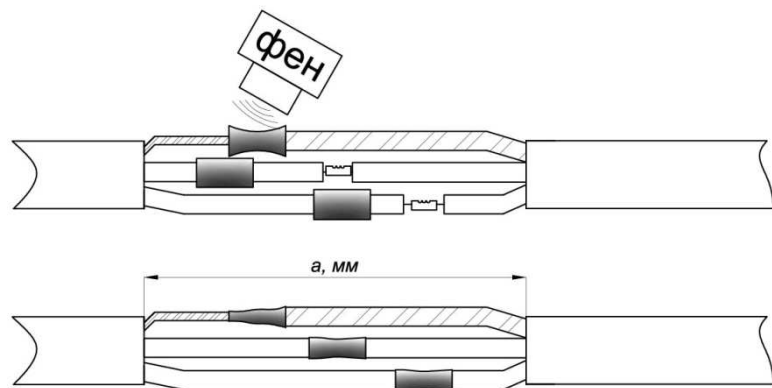
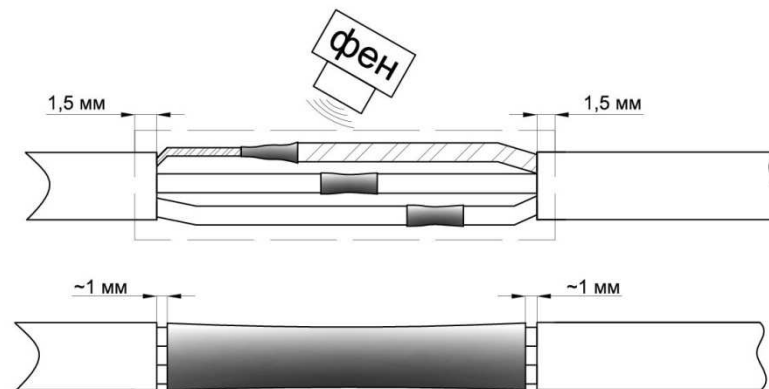

Рис. 6
Рис. 7
2.3. Надвиньте на каждое соединение термоусадочные трубки $\varnothing 6,0$ мм и прогрейте их с помощью термофена (температура $200^{\circ}\text{C} \dots 300^{\circ}\text{C}$) до полной усадки (рис. 6).
2.4. Подрежьте трубку $\varnothing 12$ мм длиной 100 мм до длины $a+3$ мм (рис. 6). Надвиньте этот кусок поверх выполненных соединений так, как показано на (рис. 7,а). Прогрейте трубку с помощью термофена до полной усадки, начав с середины.